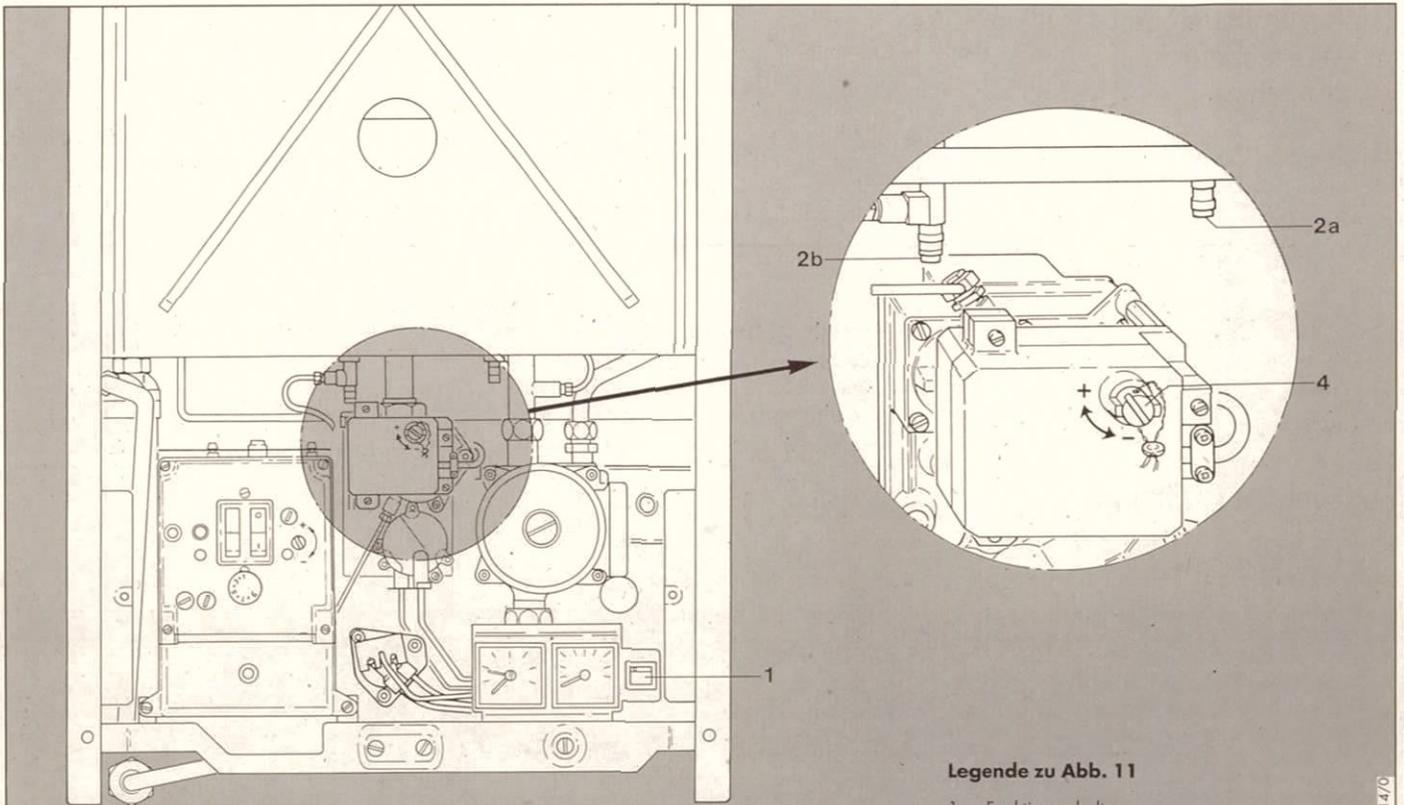

Abb. 11
- Funktionsschalter (1, Abb. 11) wieder ausschalten.
Legende zu Abb. 11